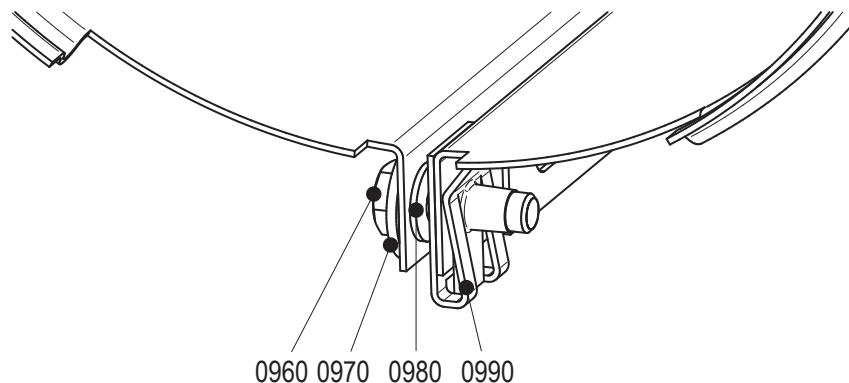

Рисунок 8: Установка кожуха
- 1 Ослабьте затяжку болтов (0960). См. рисунок 8.
- 3 Закройте кожух и установите болт (0960). См. рисунок 8.
- 5 Закройте кожух, установите болт (0230) и болт (0960). См. рисунок 8.